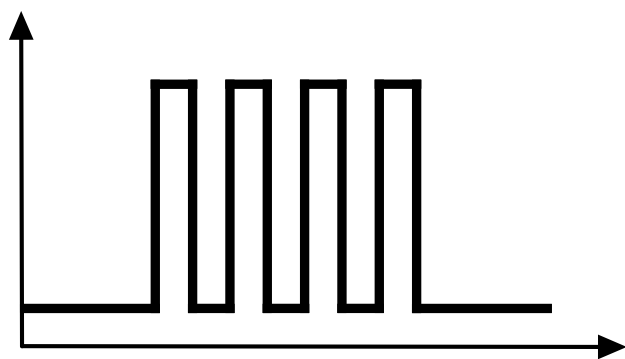

Рис.16. Индикация светодиода
- **Совпадение ID карты (брелка) с картой (брелком) заправщика из списка, записанного в устройство,** — после прикладывания карты заправщика светодиод мигает часто в течение интервала ожидания карты водителя. Интервал ожидания задается в конфигураторе. Если до истечения интервала ожидания карта водителя не была установлена, то устройство переходит в режим ожидания карты (брелка). Пример импульсов на выходе 1 во время ожидания карты водителя после прикладывания карты заправщика приведен на **Рис.16**.